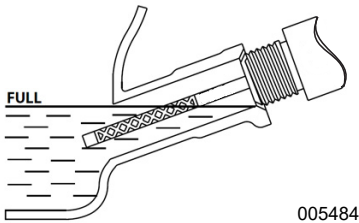

Figura 2-8. Rango de funcionamiento seguro
- Para comprobar el nivel de aceite, saque el embudo e inserte la varilla en la boca de llenado de aceite. Consulte la Figura 2-8.